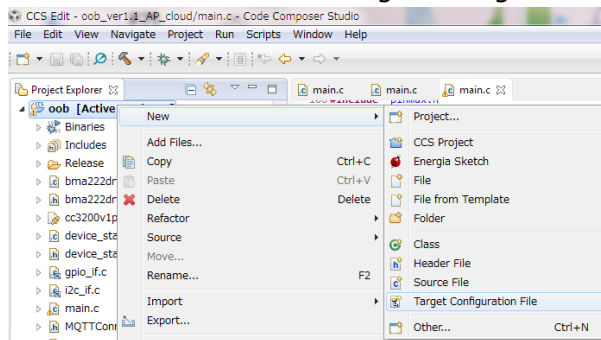

図 9. Target Configuration File の追加
① 図 9 のようにプロジェクトで右クリックし、“New” -> “Target Configuration File”を選択